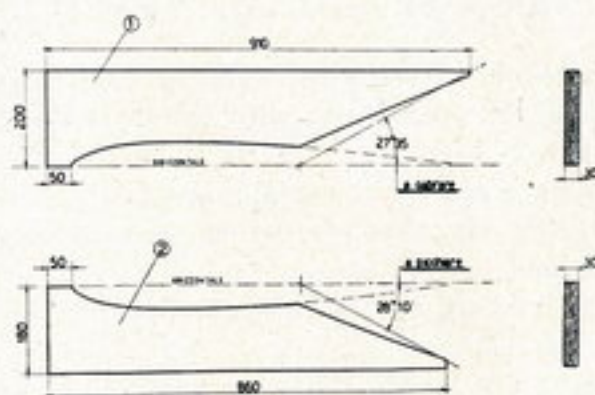

Fig. 43. — Righe per verifica angoli timone quota.
N. 2 righe per la verifica degli angoli del timone quota (fig. 43).